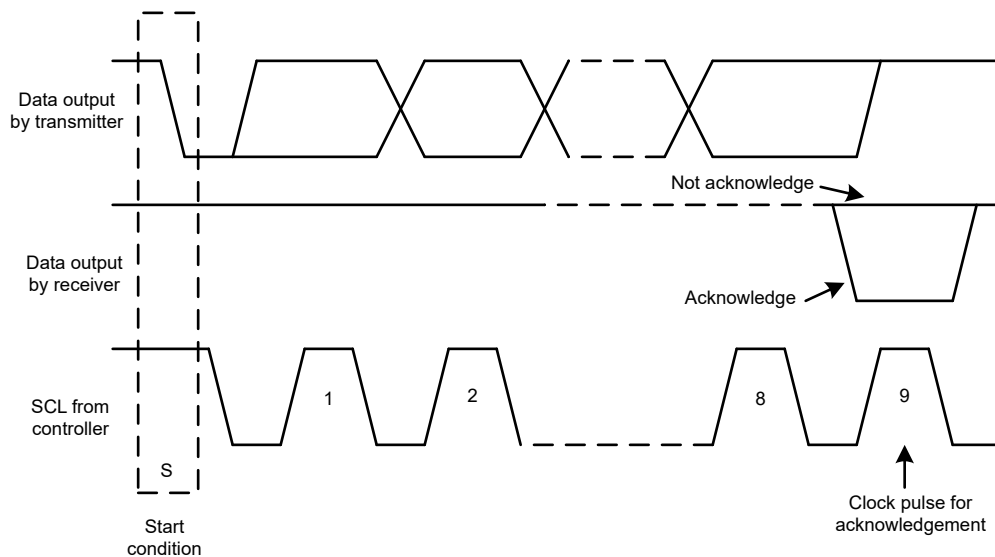
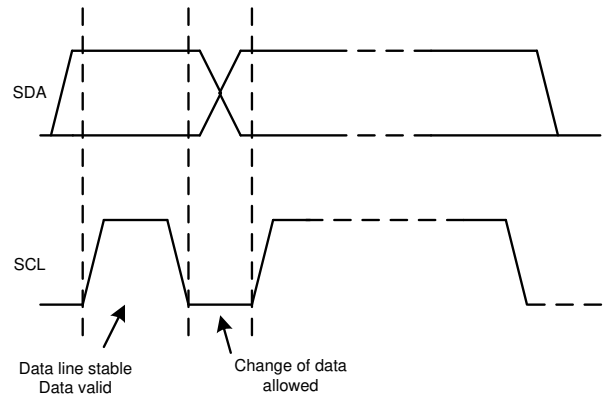

图 6-20. I²C 总线上的确认和非确认
图 6-22. 在 I²C 总线上的位传输
除了特定的时序信号外，I²C 接口还使用串行字节。在每个字节结束时，第九个时钟周期产生并检测确认信号。确认是指 SDA 线在第九个时钟周期的高电平期间被拉低。非确认是指 SDA 线在第九个时钟周期的高电平期间保持高电平，如图 6-20 所示。
2. 控制器随后产生 SCL 脉冲，并在 SDA 线上发送 7 位地址和读取/写入方向位 ($\overline{R/W}$)。在所有传输期间，控制器确保数据有效。有效数据条件要求 SDA 线在时钟脉冲的整个高电平期间保持稳定，如图 6-22 所示。所有器件都识别控制器发送的地址，并将其与相应内部固定地址进行比较。只有具有匹配地址的目标器件才会通过在第 9 个 SCL 周期的整个高电平期间拉低 SDA 线来生成确认，如图 6-20 所示。当控制器检测到此确认时，则表示与目标的通信链路已建立。